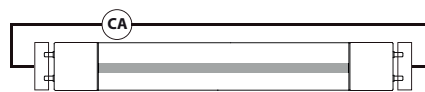

Figure 1. - Connexion à double bout
6. Les lampes T5 à LED MaxLite ont été conçues uniquement pour des connexions à double bout (**Figure 1**).